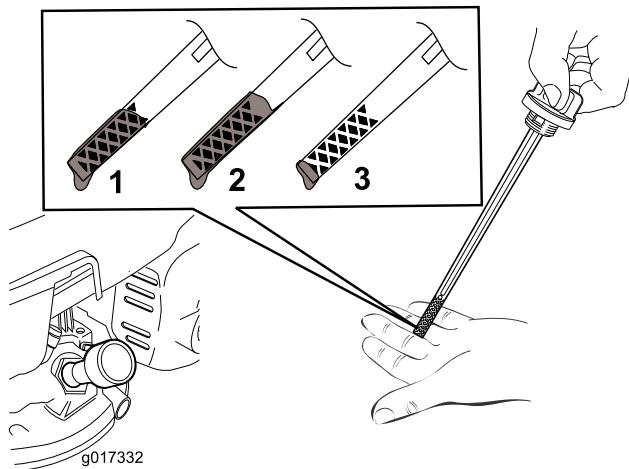

図 12
注 ディップスティックで量を確認しながら 図 12 に示される適正量までオイルを入れる。オイルを入れすぎてしまった場合には、エンジンオイルの交換 \(ページ 16\) の項に従って余分なオイルを抜き取ってください。
5. オイルの量の確認方法は 図 12を参照。